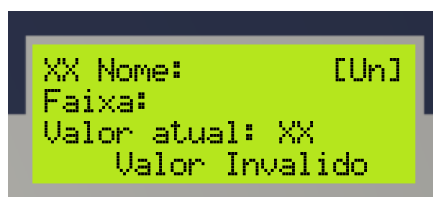

Figura 24: Tela de modificação dos ajustes.
**AVISO:** Se o valor ajustado se encontrar fora da "Faixa", a mensagem "Valor inválido" será mostrada na linha inferior, conforme Figura 24 e a tela volta a ser igual ao exibido na Figura 22.